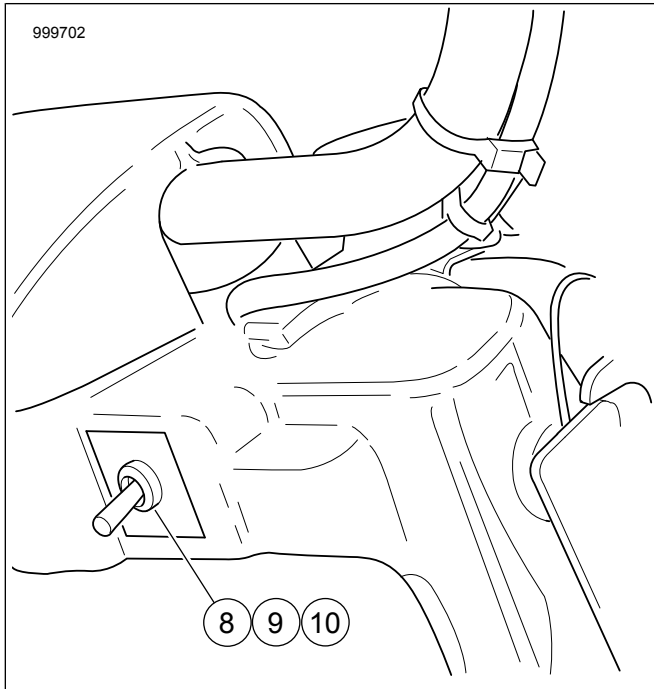

Figure 6. Emplacement du commutateur sans carénage
- b. **Véhicules sans carénage** : Consultez Figure 6 . Installer l'écrou (8), l'étiquette (9) et le commutateur (10) dans le trou d'accès de droite. Brancher le commutateur dans le faisceau situé sous la nacelle du phare. Sur les modèles **FLRT**, le connecteur [205] est situé sous le réservoir dans le boîtier de câblage en plastique. Consultez le manuel d'entretien.